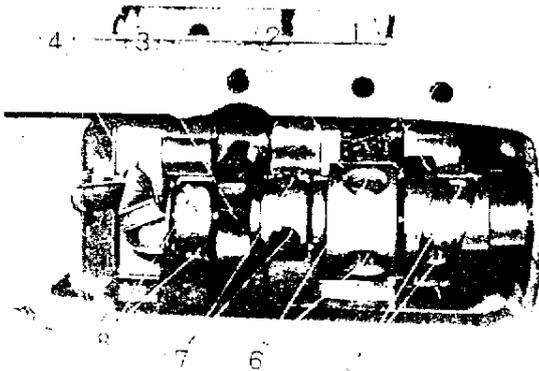

Fig. 15
COMME INDIQUE CHAPITRE 13, LA LIGNE DE REFERENCE SUPERIEURE (LA PLUS HAUTE DE LA PAIRE) VIENT A LA LISIERE DU GUIDE BARRE A AIGUILLE INFERIEUR, TOURNER LE VOLANT DANS LE SENS DE ROTATION JUSQU'A CE QUE LA LIGNE INFERIEURE VIENNE AU NIVEAU DU GUIDE BARRE INFERIEUR. A CETTE POSITION - FIG. 14 (B) FAIRE COINCIDER LA POINTE DU BOUCLEUR - FIG. 15 (4) AVEC LE CENTRE DE L'AIGUILLE AVEC UNE TOLERANCE DE 0,05 A 0,1 MM ET ENSUITE SERRE LES VIS DU BOUCLEUR - FIG. 15 (8).
14. COMMENT OBTENIR LES CONDITIONS DE COUTURE OPTIMALES - FIG 15 ET 16
(I) REGLAGE DU LEVIER DU DOIGT DE POSITIONNEMENT - FIG. 15 ET 16
(II) MOMENT DE LA CAME DU DOIGT DE POSITIONNEMENT DE LA BOUCLE (AVANT) FIG. 15 DE FACON A TROUVER LE MOMENT DU DOIGT AVANT DE POSITIONNEMENT DE BOUCLE, FAIRE COINCIDER LA LIGNE GRAVEE SUR LA CAME ARRIERE DU DOIGT (1) AVEC LA LIGNE GRAVEE SUR LE MANCHON (2) DU BOUCLEUR ET AUSSI AVEC LA LIGNE GRAVEE SUR LE DOIGT DE POSITIONNEMENT AVANT (3). LORSQUE TOUS LES TRAITS SONT ALLIGNES, RESSERER LES VIS (5) ET (7). A CETTE POSITION, METTRE EN CONTACT LA PARTIE ARRIERE DE LA CAME ET MANCHON DE BOUCLEUR (2) AVEC LA CAME ARRIERE DU DOIGT (1) ET RESSERER TOUTES LES VIS.